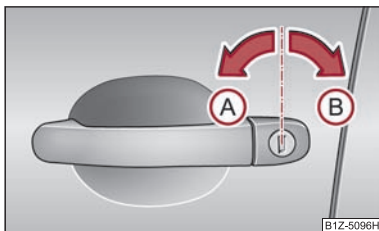

Abb. 25 Schlüsseldrehungen zum Ent- und Verriegeln
- Drehen Sie den Schlüssel im Schließzylinder der Fahrertür in die Fahrtrichtung (Entriegelungsstellung) (A) ⇒ Abb. 25.
- Drehen Sie den Schlüssel im Schließzylinder der Fahrertür gegen die Fahrtrichtung (Verriegelungsstellung) (B) ⇒ Abb. 25.